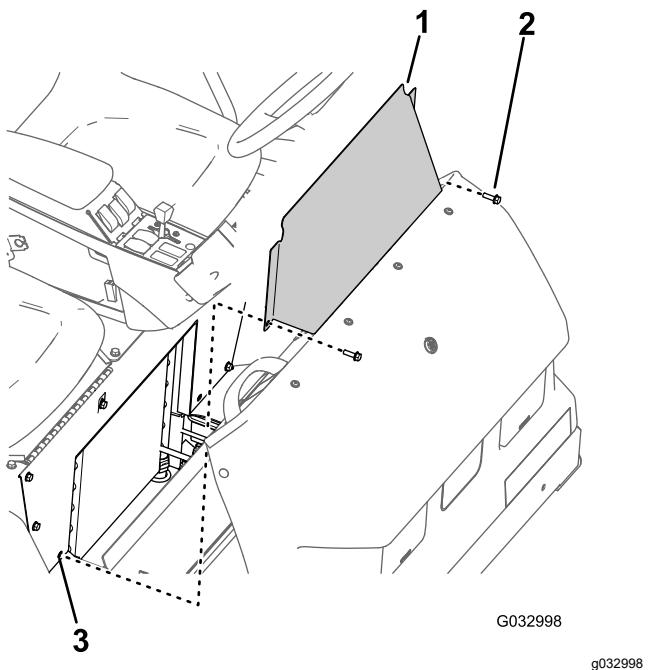

Figure 57
1. Retirez les 2 boulons à embase qui fixent le panneau d'accès à la base du siège (Figure 57).
2. Déposez de la machine le panneau d'accès la base du siège (Figure 57).
1. Alignez les trous du panneau d'accès et les trous dans la base du siège (Figure 57).
2. Fixez le panneau d'accès à la base du siège au moyen des 2 boulons à embase (Figure 57) retirés à l'opération 1 de Dépose du panneau d'accès de la base du siège (page 56).